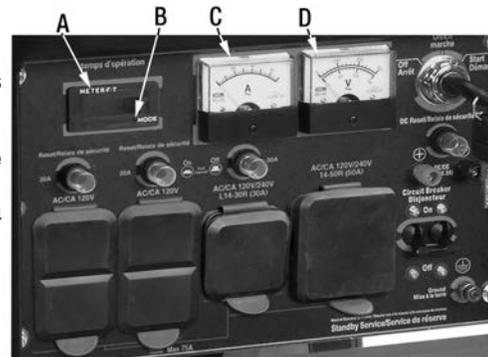

Figure 13
- 1) Desserrez le jauge à niveau l'huile (A) Fig.13.
- 2) Placez un contenant sous le boulon hexagonal d'écoulement (B), retirez le boulon hexagonal (B) et vidangez.
- 3) Une fois que l'huile est complètement écoulé, resserrez le boulon hexagonal (B).